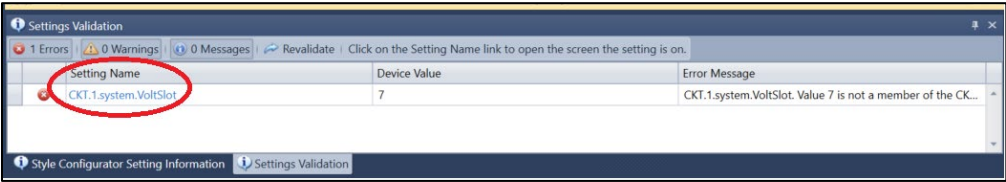

图 4-23. 设置验证屏幕
- 第四步 查看BESTCOMS*Plus*窗口底部的设置验证窗口（图4-23）。点击“重新验证”。这将在设置文件中显示所有验证错误，包括由新电路板配置引起的错误。